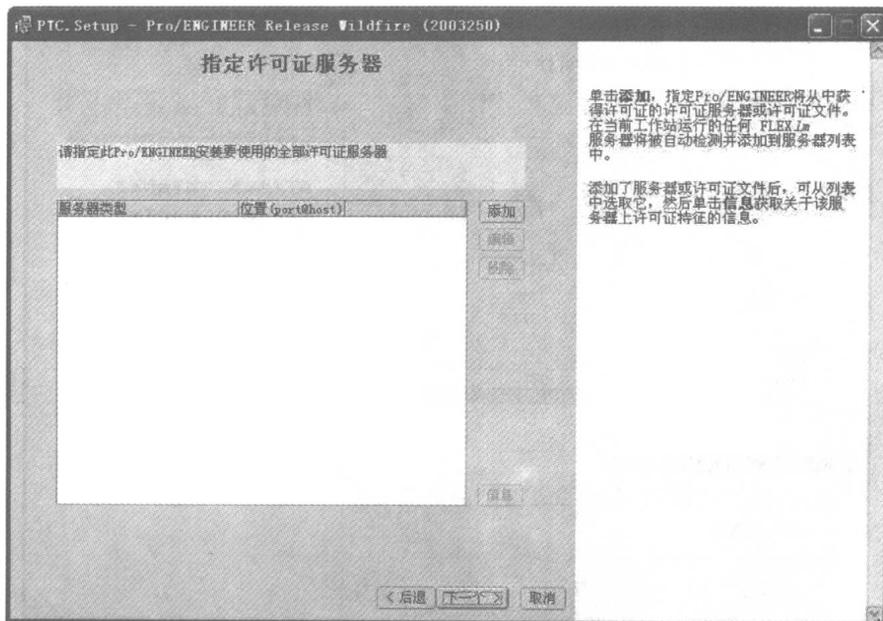
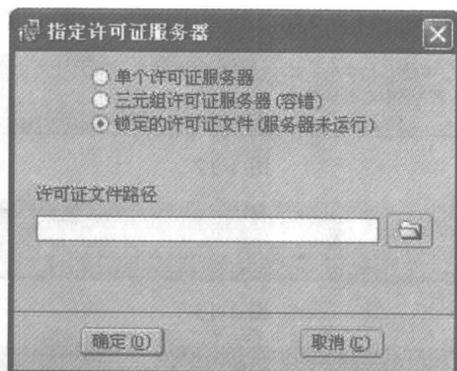

图 1-16
图 1-17
**Step 3** 在出现的如图 1-16 所示的“指定许可证服务器”对话框中。单击“添加”按钮选择如图 1-17 所示的“锁定的许可证文件（服务器未运行）”单选项，然后在浏览目录中选择许可证文件所在目录的位置，单击“确定”按钮。